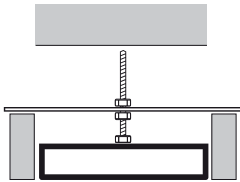

Рис. 2 Схема монтажа в реечный потолок светильника PSO-01
1.6.1 в реечные потолки (см. Рис.2) при помощи комплекта креплений ШК 4895205052291;